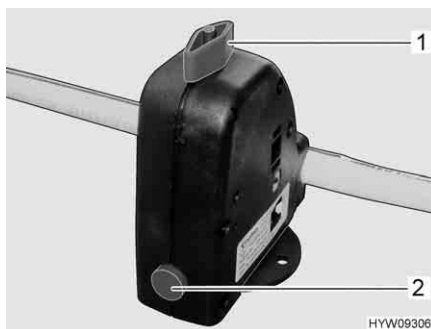

Fig. 150 Valvola di sicurezza/di scarico (Truma)
- Chiudere la valvola di sicurezza/di scarico (Truma). A tal fine ruotare la manopola (Fig. 150,1) verticalmente rispetto alla valvola di sicurezza/di scarico e premere verso l'interno il bottone automatico (Fig. 150,3). Con temperature inferiori a 6 °C non è possibile chiudere la valvola di sicurezza/di scarico.